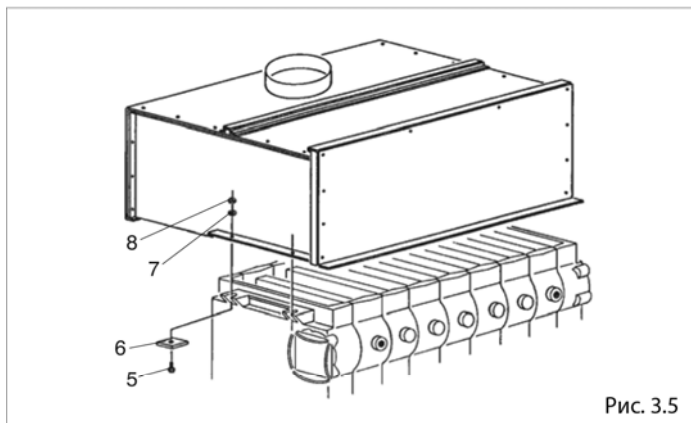

Рис. 3.5
Закрепите дымосборную камеру на корпусе котла с помощью четырёх пластинок (6) и четырёх винтов с шестигранной головкой М8 х 30 (5) и соответствующих гаек М8 (8) и шайб Ø8,4 (7) (Рис. 3.5).